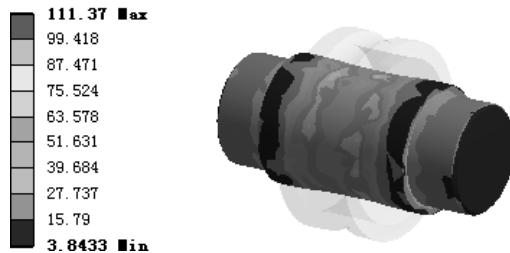

图 7.6.39 应力结果图解 (几何体 2)
(5) 查看 RING 应力图解。在“Outline”窗口中选中 Equivalent Stress 3, 查看图 7.6.39 所示的几何体 2 的应力结果, 其最小应力为 3.8344MPa, 其最大应力为 111.37 MPa。